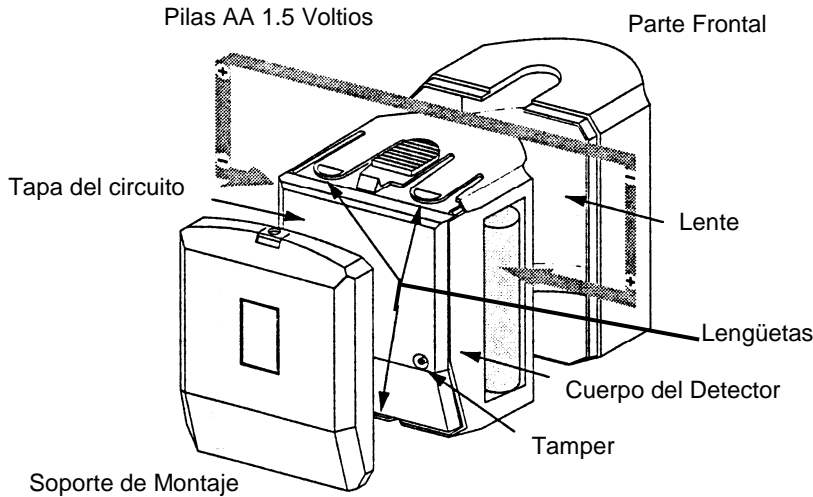

Figura 12
2. Retire la parte frontal del detector. Para ello pulse las dos lengüetas situadas en la parte superior del detector y la lengüeta situada en la parte inferior y deslice la parte frontal del detector (figura 12).
Cuando sea necesario cambiar las pilas, observe la correcta polaridad de éstas al colocarlas. Si no se respeta la polaridad de las pilas, el detector podría resultar dañado. Observe que mirando el detector de frente, la pila situada a la izquierda tiene el positivo en la parte inferior, mientras que la pila situada en la derecha tiene el positivo en la parte superior. Cuando cambie la pila, espere al menos 3 minutos antes de activar el modo de prueba de andado. La figura 12 muestra la ubicación de las pilas.